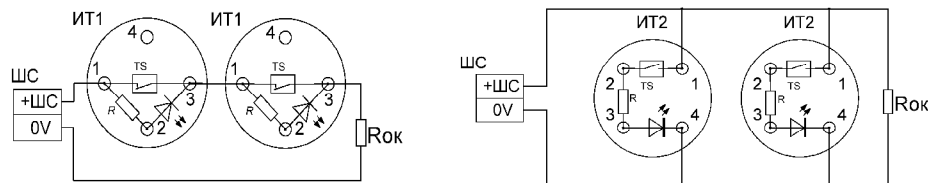

Рис.1
4.3 Схемы подключения извещателей к ППКП показана на рис. 1.